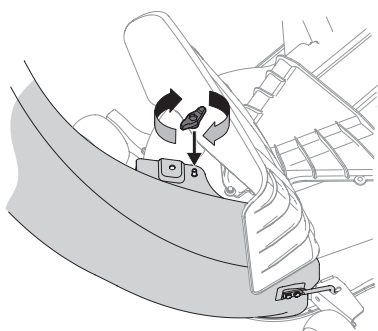

Figure 21
- Fixez le coude de la goulotte sur le plateau de coupe avec l'écrou papillon (720-04122) du kit de quincaillerie (689-02364). Voir Figure 21.